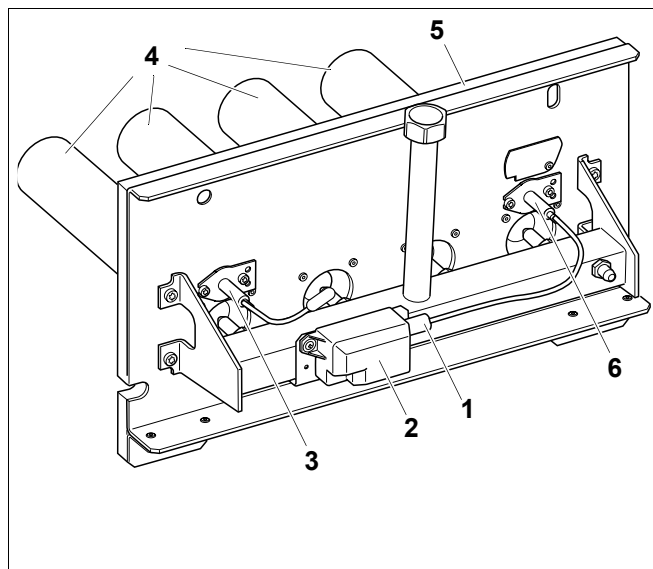

Рис. 43 Чистка горелки
- Отсоединить штекер кабеля для розжига (рис. 43, поз. 1) на трансформаторе розжига (рис. 43, поз. 2).
- Открутить оба болта на контролирующем электроде (рис. 43, поз. 3) и осторожно вынуть его.
- Открутить оба болта на запальном электроде (рис. 43, поз. 6) и осторожно вынуть его.
- Опустить стержни горелки (рис. 43, поз. 4) в воду с чистящим средством и очистить их щеткой.
Следите за тем, чтобы не намочить теплоизоляцию на щитке горелки (рис. 43, поз. 5) и запальный трансформатор (рис. 43, поз. 2). При необходимости снимите запальный трансформатор.